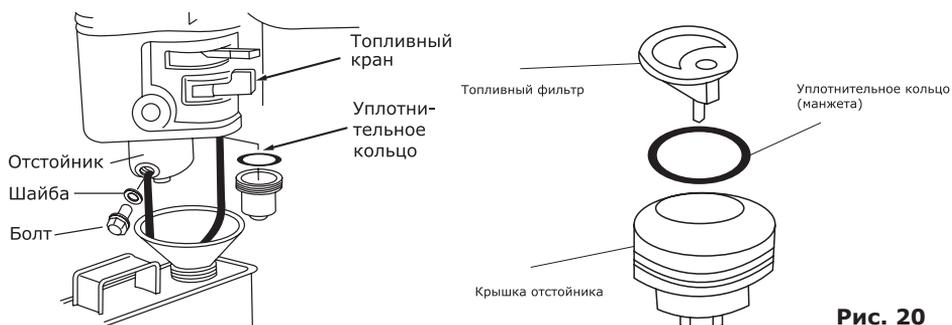

Рис. 20
- Очистите или продуйте сжатым воздухом и установите обратно фильтр и манжету (рис. 20);